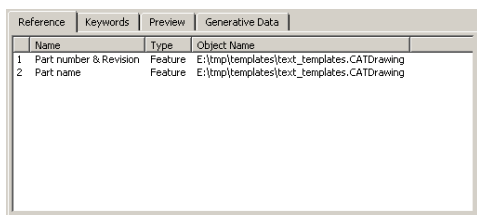

图 6-491
- »» 步骤 12 然后单击 OK 按钮，选定的文本模板在 Catalog Editor（目录编辑器）窗口右侧窗格的 Reference（参考）选项卡中列出，如图 6-491 所示。